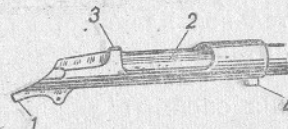

Рис. 3. Ствольная коробка:
7. Ствольная коробка (рис. 3) служит для помещения затвора. К ней прикреплены: отсечка-отражатель, магазинная коробка с подающим механизмом и спусковой механизм.